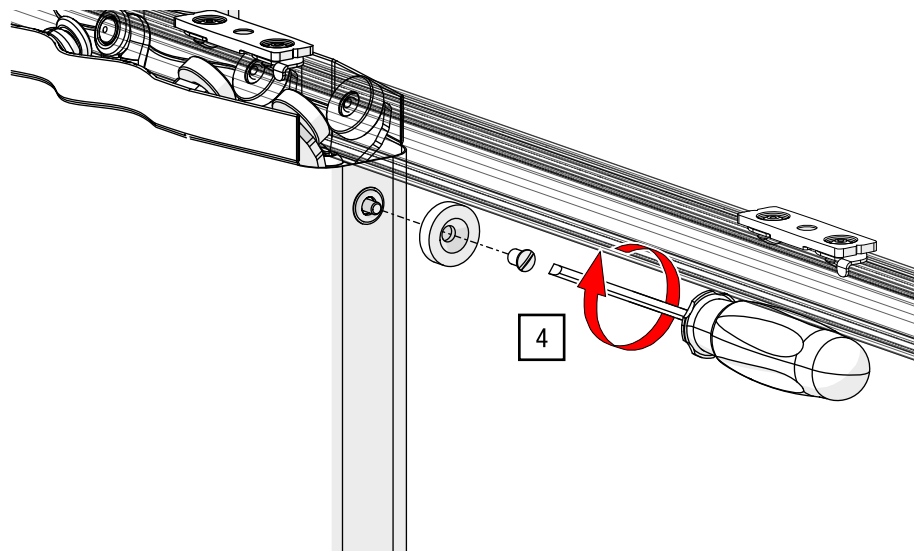

Abb. 85: Zugwagen – Magnetgegenplatte montieren (2/2)
4. Schrauben Sie die Magnetgegenplatte auf der Gegenseite an den Zugwagen ohne Überzugbügel mit einem Schlitzschraubendreher und einem Drehmoment von 11 Nm (siehe Abb. 85).